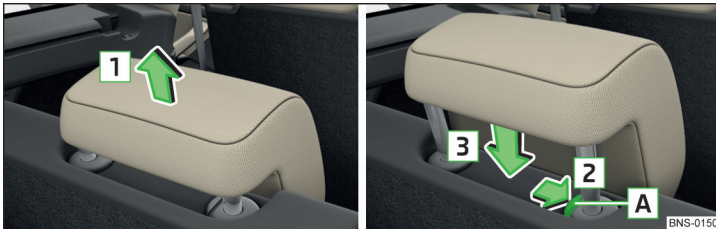

Abb. 100 Höhe der Kopfstütze der dritten Sitzreihe einstellen
- › Die Stütze fassen und **nach oben** in Pfeilrichtung **1** verschieben » Abb. 100.